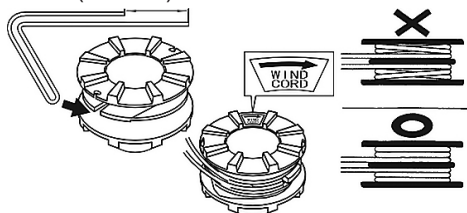

Рис. 18 Намотка корда
4. Отрежьте корд длиной примерно 5 м. Сложите его вдвое и выровняйте концы. Зацепите изогнутую часть за паз промежуточного разделителя катушки (Рис. 18).
5. Плотнo намотайте корд на катушку в соответствии с направлением намотки, указанным стрелкой (Рис. 18).